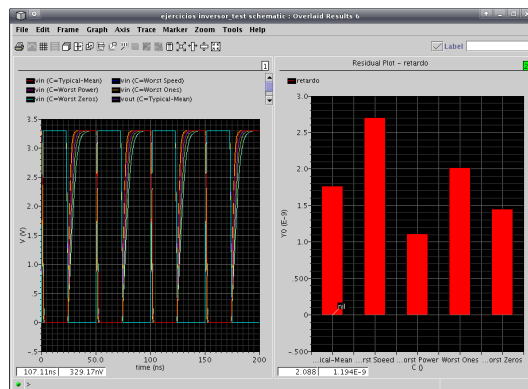

Figura 11: Ventana de resultados del análisis de corners.
- Haciendo click en **Run** correrá el análisis de *corner* y le aparecerá la pantalla de resultados de la figura 11.